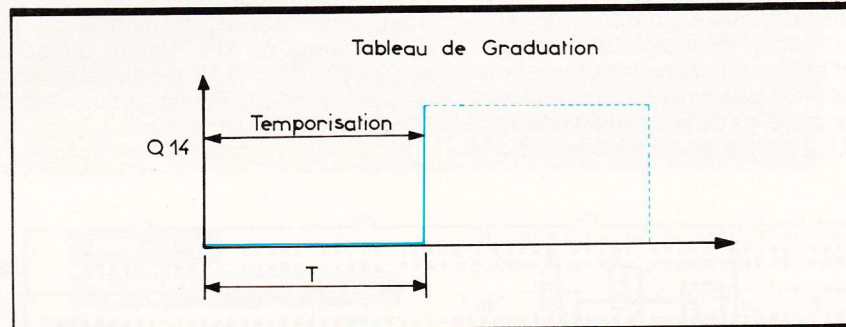

Fig. 5 Tableau de correspondance des graduations avec le temps.
b) Implantation des composants (fig. 5)